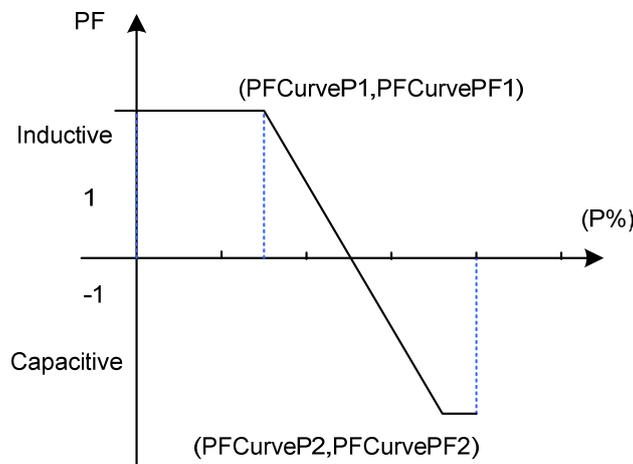

Figura 6-12: Modo de Curva PF(P)
**PF(P) Curve:** Modo de Curva PF(P) Nota: O fator de potência muda de acordo com a alteração da potência, conforme mostrado na Figura 6-12.